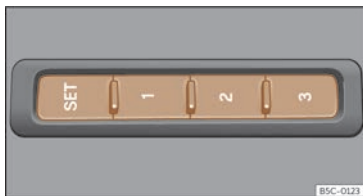

Fig. 103 En el lateral exterior del asiento del conductor: teclas de memoria.
- Pulse la tecla **SET** durante más de 1 segundo >>> **fig. 103**.